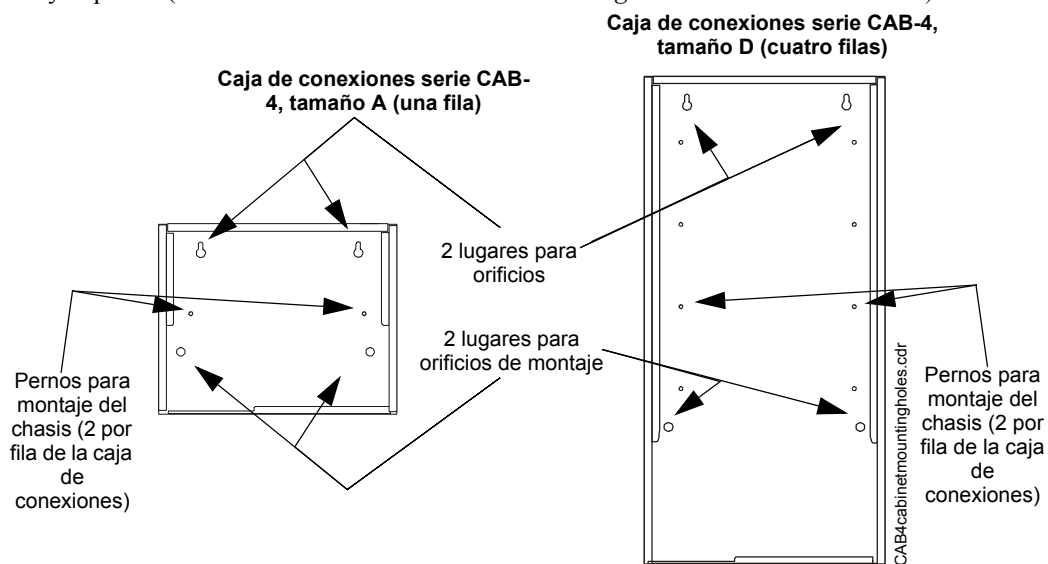
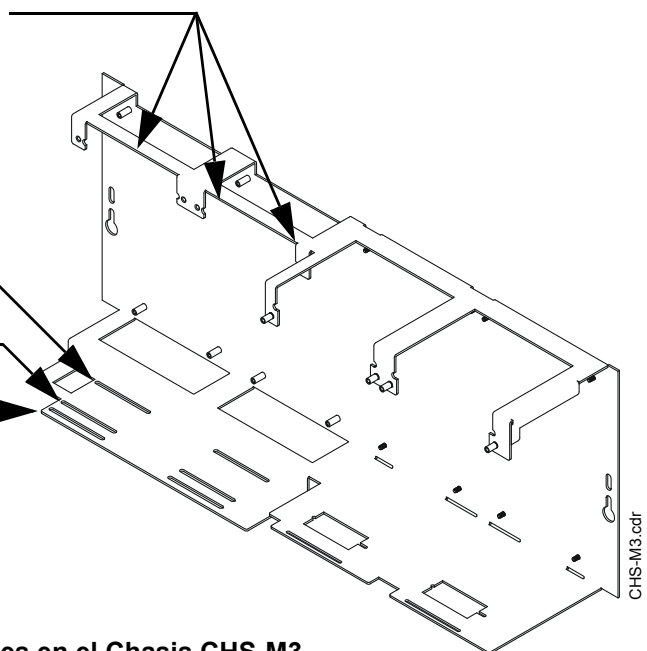

Figura 3.1 Orificios de montaje de la caja de conexiones y pernos de montaje del chasis
Figura 3.5 Aislantes en el Chasis CHS-M3
- Para un montaje seguro, utilice los cuatro orificios en la superficie posterior de la caja de conexiones (consulte la figura 3.1).
1. Ajuste cuatro aislantes al chasis como se muestra en la figura 3.5.
2. Deslice las bridas de la placa de circuitos en las ranuras en el chasis, como se muestra en la figura 3.5.
Alinee las ranuras de montaje del chasis con los pernos de montaje del chasis (consulte la figura 3.1 y la figura 3.5 para conocer las ubicaciones). Asegure con las tuercas y arandelas de seguridad proporcionadas con el chasis.